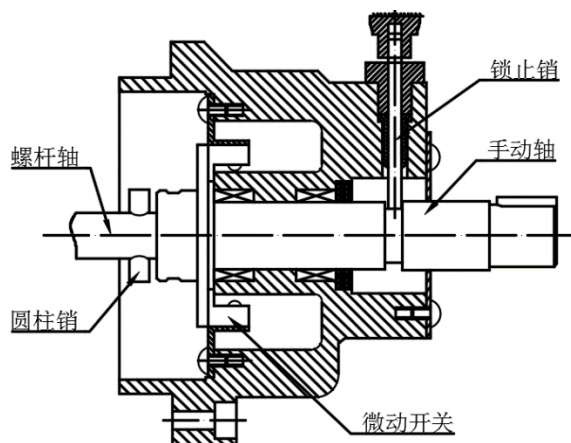

图 6
9、手—电动切换和手动操作机构（见图 6）手动时必须首先拔出锁止销，并向内推动手动轴，手动轴与微动开关压片脱开，自动断电，手动轴的牙嵌与蜗杆轴上的圆柱销相连接，此时转动手轮可进行手动操作；手动结束后松开手轮，手动轴在压缩弹簧的反作用力作用下自动弹出，此时手动轴的牙嵌与蜗杆轴上的圆柱销自动脱开，锁止销自动锁住手动轴，同时手动轴压迫微动开关压片，自动通电，可安全的进行电动操作。
### 6.2 行程控制器的调整（参见图 6）